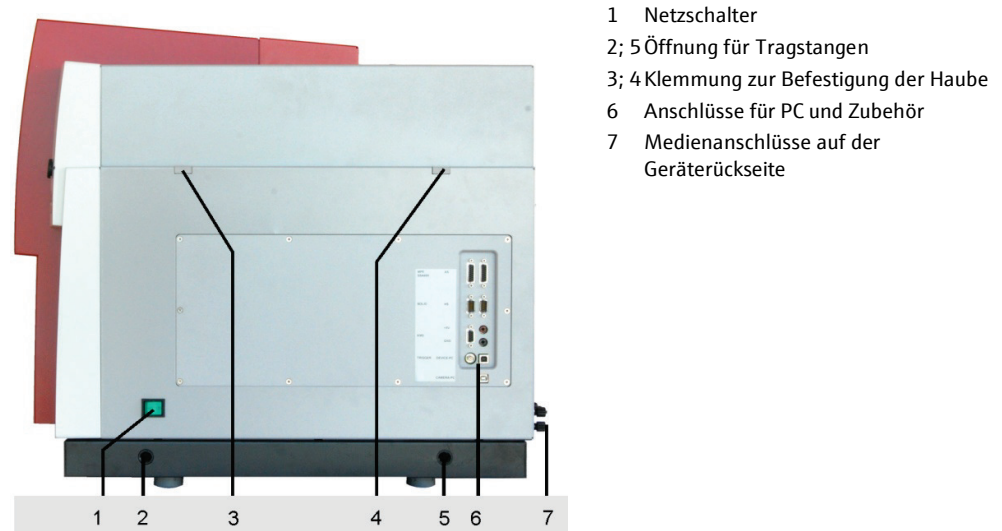

Bild 22 Netzschalter und Leiste für Versorgungs- und Steueranschlüsse
1. Klemmstücke für Gerätehaube an der linken und rechten Seitenwand abschrauben (3, 4 in Bild 22).